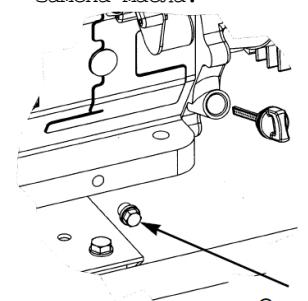
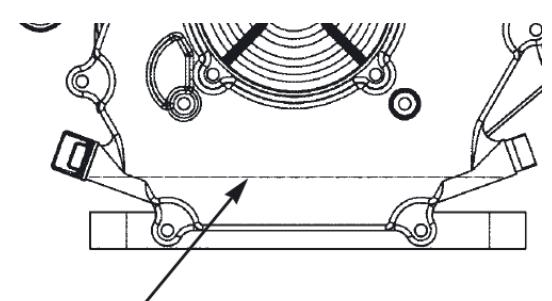

Рис. 5.
Рис. 6.
9.2.1. Вывинтить щуп-пробку поз. 24 (рис. 1) из горловины картера, см. также рис. 5. Опустить в горловину сухой, чистый щуп и вытащить его - край смоченной маслом области должен располагаться между отметками минимального и максимального допустимого уровней.
9.2.2. Залить в горловину масло до нижнего края заливного отверстия (рис. 6). Проверить уровень масла в соответствии с п. 9.2.1.
9.6.1. На прогретом до рабочей температуры двигателе вывинтить пробку для слива масла поз. 23 (рис. 1), см. также рис. 5., поместив под сливным отверстием вспомогательную емкость. После прекращения истечения масла установить пробку на штатное место и затянуть. Залить масло в горловину, удалив щуп поз. 24 (рис. 1), см. также рис. 6, до нижнего края заливного отверстия (рис. 6). Проверить уровень в соответствии с п. 9.2.